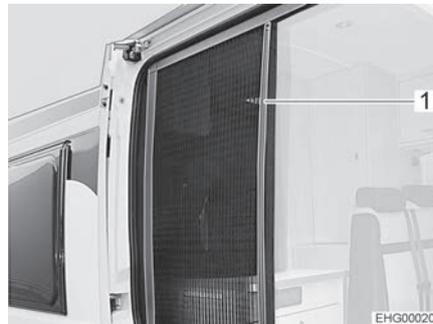

Fig. 8 Protezione contro gli insetti
- Chiusura:** ■ Estrarre completamente la protezione contro gli insetti dal listello (Fig. 8,1).
- Apertura:** ■ Spingere indietro sul listello (Fig. 8,1) la protezione contro gli insetti fino a portarla nella posizione iniziale.